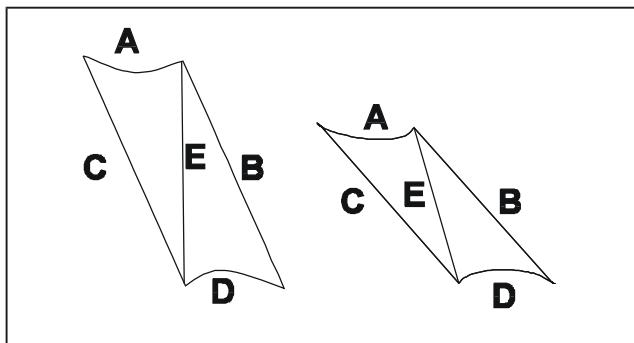

Рис. 5.
Эффект 2 -материал **A** на рис. 5 никак не изменится, так как расстояние между витками в этом месте остается прежним. Это также касается материала воздуховода, обозначено как **D**. Материал в середине воздуховода, между **B** и **C**, окажет некоторое сопротивление этому движению. Это сопротивление можно продемонстрировать на следующем эксперименте. Возьмите лист бумаги, поместите его вертикально и прижмите большими и указательными пальцами углы листа к столу. Теперь, отодвигайте левую руку, прижимая левые углы к столу. Лист начинает скручиваться в середине. Вы пытались сделать ромб из прямоугольника. Тоже самое происходит и с ламинатом (материалом) между двумя витками воздуховода. В зависимости от материала эта деформация может быть более или менее интенсивной.
В зависимости от материалов, упомянутых в 1 и 2, движение на рис. 5, будет встречено с большим или меньшим сопротивлением. Однако, эта сила намного меньше силы, необходимой, чтобы разорвать материал. Разрыв может произойти, если на материал воздействует очень высокое положительное давление. Таким образом, максимальное отрицательное давление, которое может выстоять гибкий воздуховод, намного меньше, чем максимальное положительное давление.
- 3 При уменьшении частоты спирали проволоки будет сложнее деформировать прямоугольник, рис. 5. 'A' и 'D' стали короче, а значит расстояние между 'C' и 'B' станет меньше. Будет тяжелее сдвинуть 'C' по отношению к 'B'. Уменьшение витков проволоки это хороший способ добиться большего стойкости к отрицательному давлению. Однако при этом удлинится отрезок воздуховода.